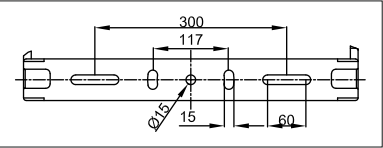

Рис. 1
- 5.9 Конструкция осветительного прибора предусматривает стационарное крепление с помощью лиры, 5.10 Подготовьте пять отверстий для установки лиры на опорной конструкции, согласно отверстиям на лире (рис. 1).